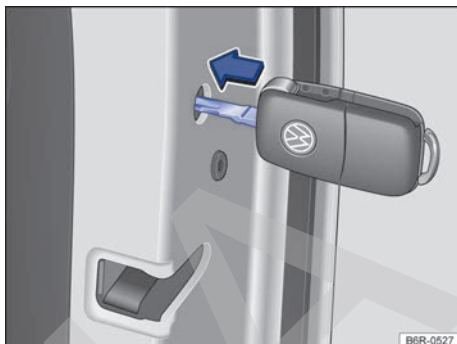

Fig. 154 Cierre de emergencia del vehículo con la llave del vehículo.
- Inserte la llave del vehículo en la ranura ⇒ fig. 154 y gírela en sentido horario (hacia afuera del vehículo) hasta el tope.